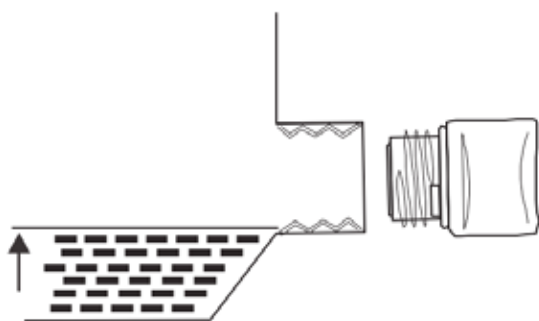

Figure 4: Niveau correct d'huile moteur
3. À l'aide de l'entonnoir fourni et de l'huile, verser la totalité de la bouteille d'huile dans le moteur. Voir le niveau d'huile correct dans la figure 4 ci-dessous.
- Le moteur est rempli d'huile moteur (voir la Figure 4: *Niveau correct d'huile moteur* à la page 11).